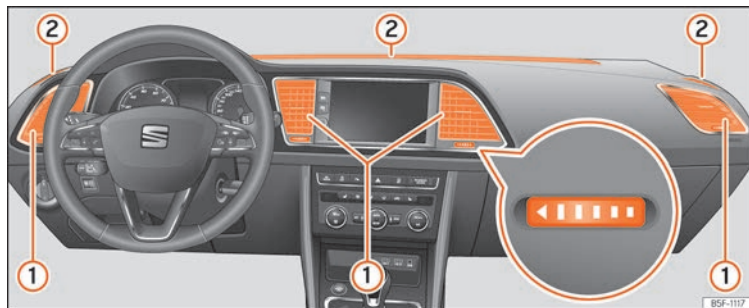

Fig. 198 En el tablero de instrumentos: difusores de aire.
Para garantizar la calefacción, refrigeración y ventilación dentro del habitáculo, los difusores de aire » fig. 198 ① deberían permanecer abiertos.